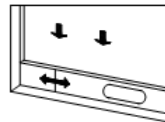
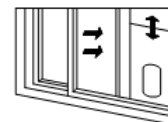

Abb. 2
Abb. 3
- 1) Das Fenster teilweise öffnen und das Fensterdichtplatte-Set ins Fenster einsetzen (siehe Abb. 2 und Abb. 3). Das Fensterdichtplatte-Set lässt sich sowohl waagrecht als auch senkrecht anbringen.